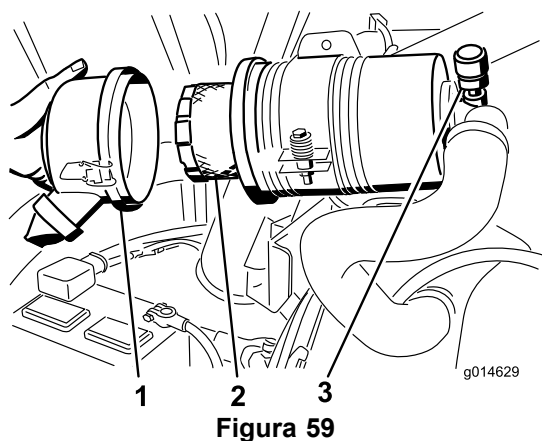

Figura 59
3. Togliete il filtro e sostituitelo (Figura 59).